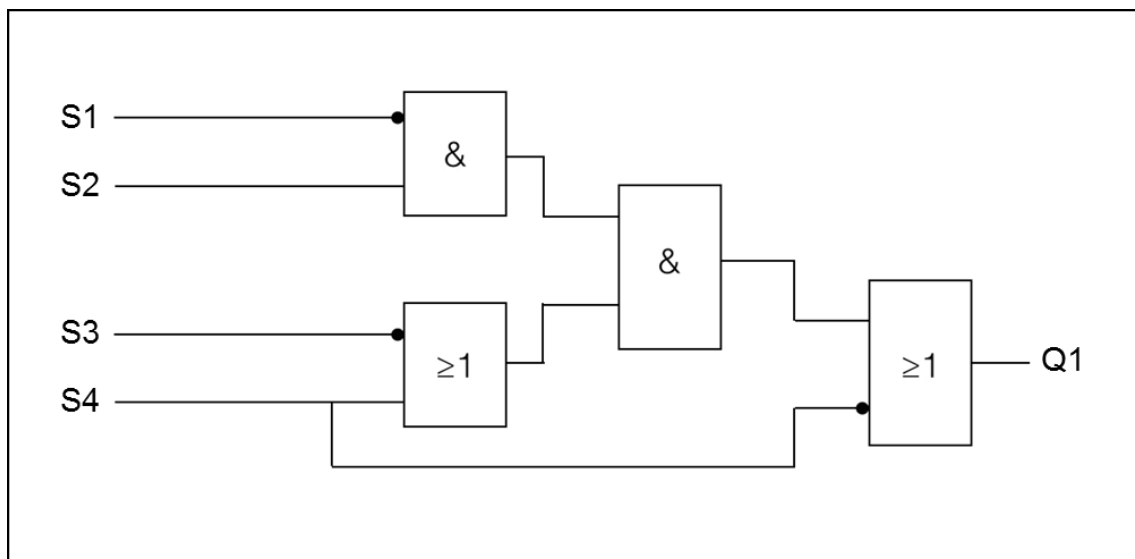

Abbildung 1: Logikplan in Funktionsbausteinsprache (FBS)
In dieser Aufgabe müssen Sie als Einführung in die SPS-Programmierung den in Abbildung 1 dargestellten Logikplan in CoDeSys einmal als Kontaktplan (KOP) und einmal als Funktionsplan (FUP) umsetzen.
- e) Speichern Sie Ihr Projekt unter dem Namen "**Aufgabe1\_FUP**" und setzen Sie die in Abbildung 1 dargestellte Logik in Ihrem Programm-Baustein als FUP um!
- h) Setzen Sie die in Abbildung 1 dargestellte Logik in Ihrem Programm-Baustein als KOP um, laden Sie Ihr Programm auf Ihr LN-Schulungsboard und testen Sie dieses anhand Ihrer bereits **zu Hause erstellten Wertetabelle!**